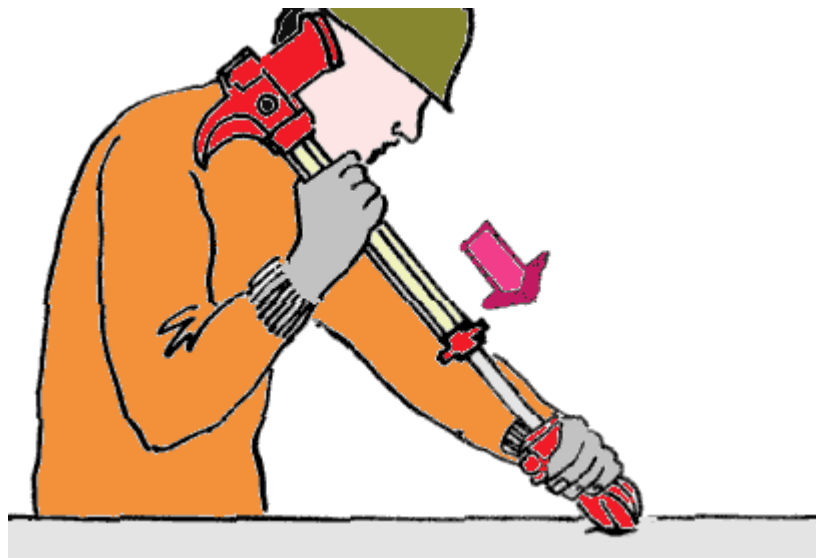

Рис. 5.64. Пробивка лезвием вскрывателя
- резким движением нанести удар опорной трубой по основанию вскрывателя (рис. 5.64.).